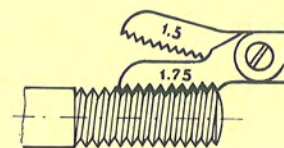

Fig. 4
- misurando 10 filetti e dividendo la distanza per 10 (fig. 4);